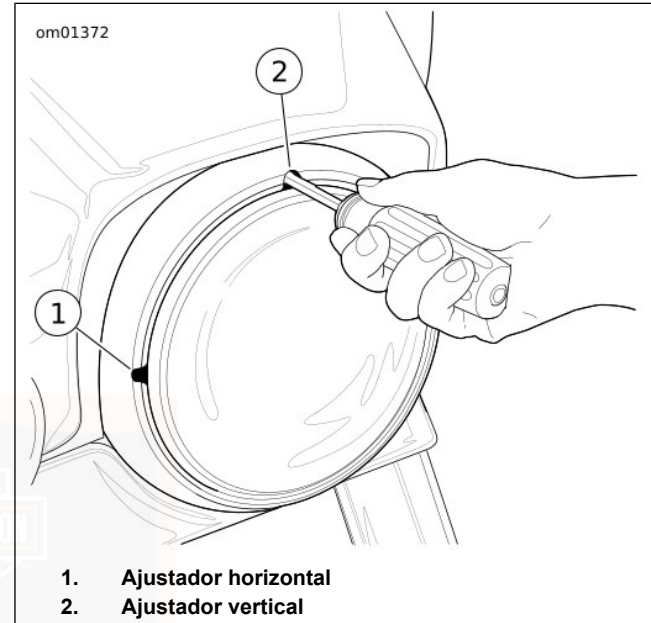

Figura 76. Ajustadores do farol dianteiro (típicos)
2. Ver Figura 76. Inserir uma chave sextavada de extremidade esférica de 5/32 pol. através das ranhuras do ajustador no aro de guarnição.
- a. **Focagem horizontal:** Rodar o parafuso de focagem horizontal (1) para focar o farol do lado direito e esquerdo.
- b. **Focagem vertical:** Rodar o parafuso de focagem vertical (2) para focar o farol em cima e em baixo.